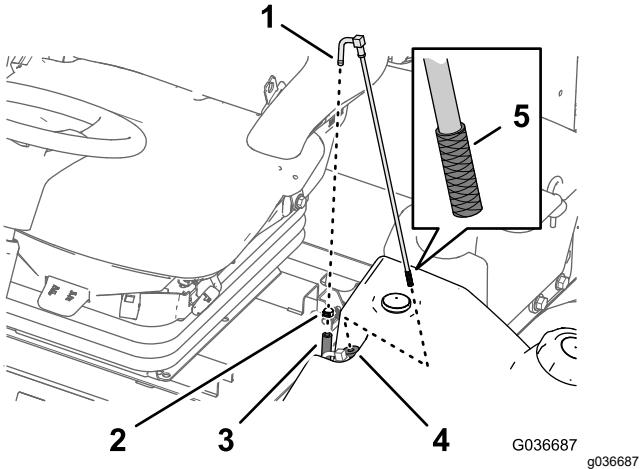

Bild 58
1. Entfernen Sie die Schlauchklemme, mit der der Kraftstoffzulaufschlauch am Anschlussstück des Kraftstoffansaugschlauchs befestigt ist (Bild 58).
2. Schließen Sie den Schlauch vom Anschlussstück ab (Bild 58).
3. Nehmen Sie den Kraftstoffansaugschlauch vom Kraftstofftank ab (Bild 58).
4. Reinigen Sie das Sieb am Ende des Kraftstoffansaugschlauchs (Bild 58).
5. Stecken Sie den Kraftstoffansaugschlauch durch die Gummibüchse in den Kraftstofftank (Bild 58).